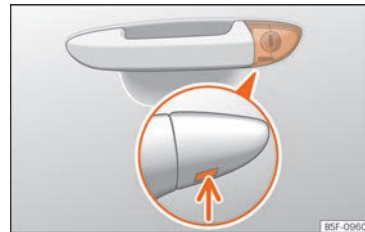

Fig. 6 Poignée de la porte du conducteur : barillet de serrure caché.
- Introduisez le panneton dans l'ouverture inférieure du cache de la poignée de la porte du conducteur » **fig. 6** (flèche) et soulevez le cache.